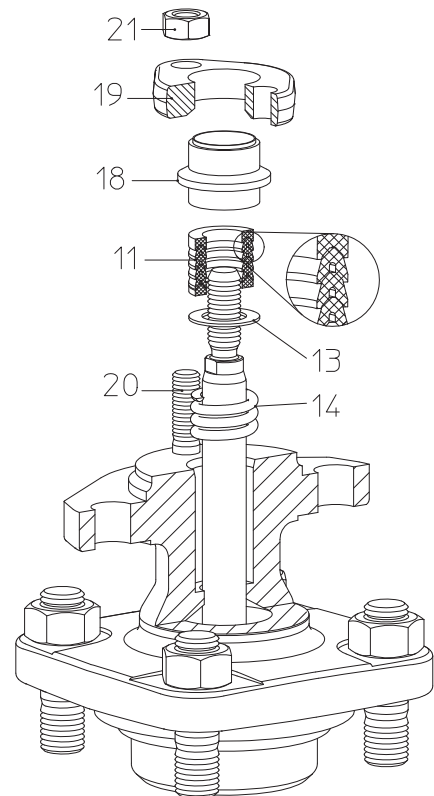

Bild 9: Dachmanschetten
- Bei Austausch der Dachmanschetten (Pos. 11) auf richtige Reihenfolge und Einbaulage der Einzelteile achten (siehe Bild 9).